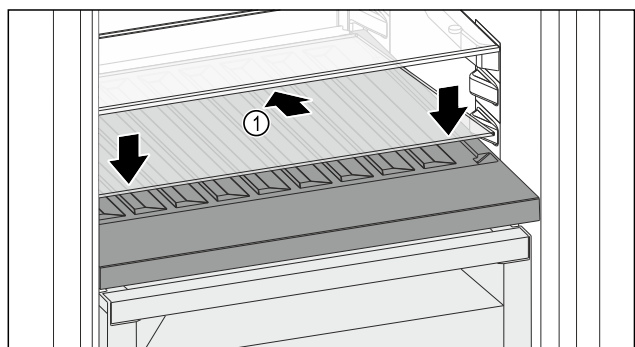

Fig. 187
- ▶ Glasplatte *Fig. 187 (1)* schräg und nach hinten unten geneigt ansetzen.
- ▶ Glasplatte *Fig. 187 (1)* vorne absenken.